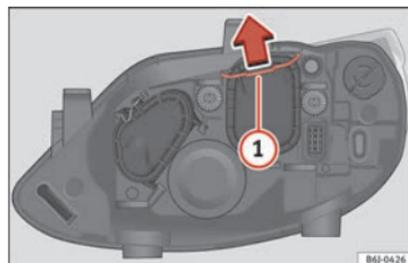

Fig. 184 Anabbagliante.
- Far scorrere il tirante **» fig. 184 1** nel senso della freccia e sfilare la chiusura.